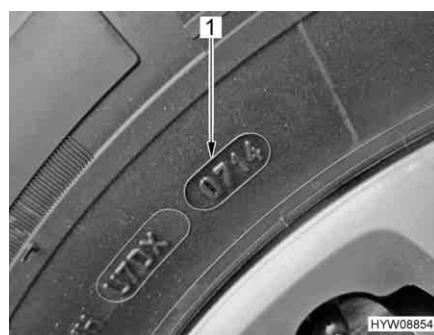

Fig. 179 Numero DOT
- ▶ I pneumatici non devono avere più di 6 anni perché la mescola di gomma col tempo invecchia e si sbriciola. Il codice DOT (Fig. 179,1) di quattro cifre sul fianco del pneumatico indica la data di produzione. Le prime due cifre indicano la settimana, le ultime due cifre l'anno di produzione.